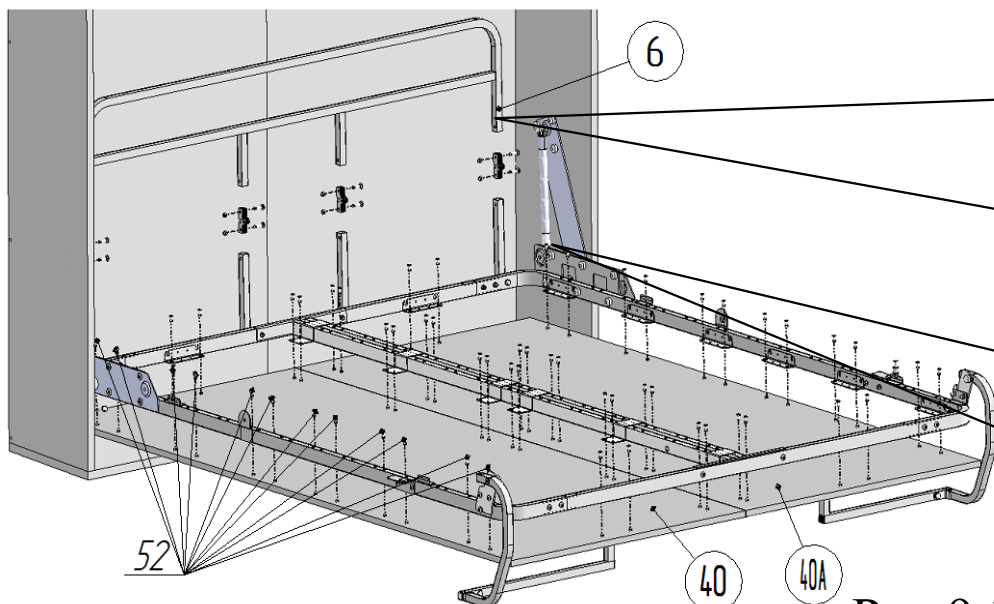
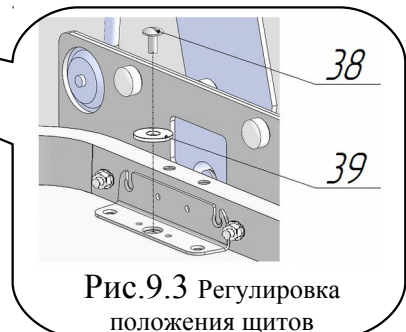
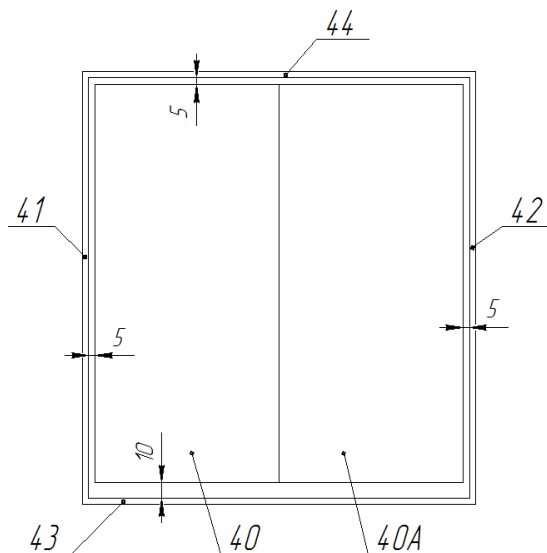

Рис.9.1
Рис.9.3 Регулировка положения щитов
Рис.9.4
11. Установить шарниры поз. 11 в бортик поз.6 и стойки бортика поз.9 (рис.9.1 и 9.2). Закрепить, используя Винт М6х25 поз.16, гайку М6 со стопорным кольцом поз.23. Присоединить стойки бортика поз.9 к стойкам со вкладышем поз.9А в соответствии с рисунком 9.2, используя Винт М6х25 поз.16, гайку М6 со стопорным кольцом поз.23.
Шайбу подложить под головку винта. Привести кровать в вертикальное положение. Последующей регулировкой щитов обеспечить зазоры между стенками короба поз.41,42, верхней панелью поз.44 и щитами декоративными поз.40 и 40А — 5 мм (рис.9.4 и
29), между панелью нижней поз.43 и щитами декоративными поз.40 и 40А— 10 мм (рис.9.4 и 29). Регулировку щитов произвести следующим образом: привести кровать в горизонтальное положение, ослабить винты М6х13 поз. 38 (рис.9.3). Сместить декоративные щиты в необходимом направлении. Затянуть винты М6х13 поз. 38. При необходимости повторить операцию выравнивания. Окончательно закрепить декоративные щиты на раме, используя саморезы Ø4х16 поз.52 (рис.9.1).